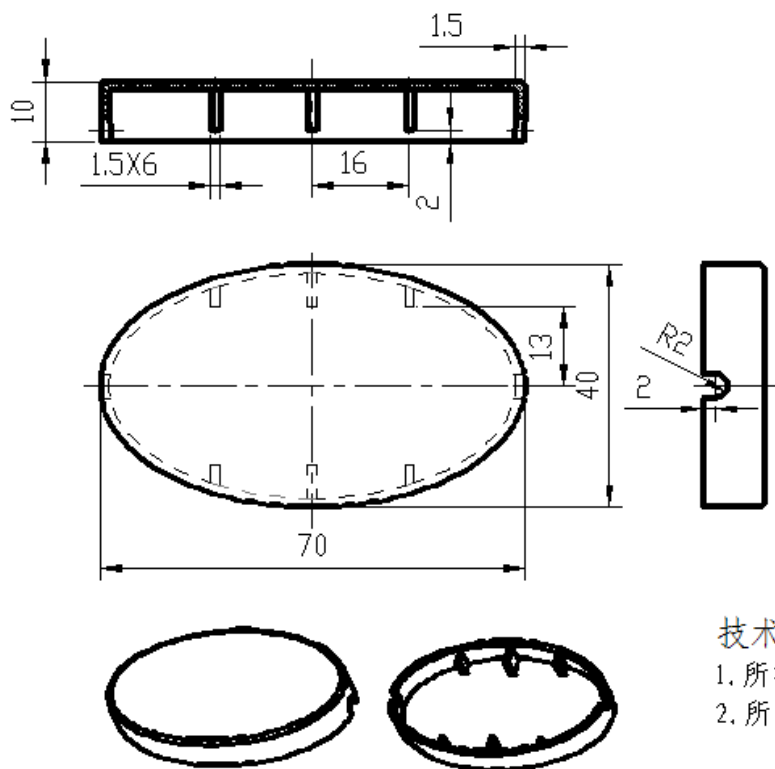

图3-5椭圆盖
按照图3-5的要求，对椭圆盖零件进行产品造型、结构设计与3D打印。塑件材料：**ABS**。技术要求：
(1) 在F盘下建立考生文件夹，文件夹名称为考生准考证号。产品零件设计的结果文件保存于此文件夹中。
(2) 根据图3-5对产品进行造型，并对内部结构进行设计，文件名称为CPSJ3DDY
(3) 对产品设计的结果文件进行3D打印
(4) 对打印的零件进行后处理（含去支撑、粘接等）